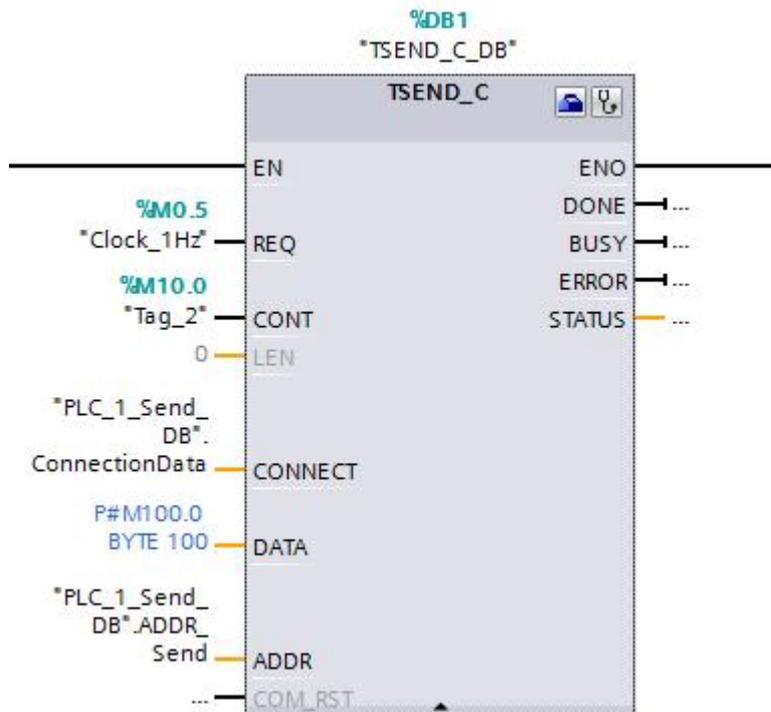

图 2-2 调用“ TCON\_C” 管理连接并发送数据
2.2 在主循环程序中调用功能块“ TSEND\_C” 编写集成发送程序，为其分配背景数据块。如图 2-2 所示。其接口参数可以通过组态进行配置，在 2.3 中介绍。该块在 REQ 上升沿时触发数据发送。